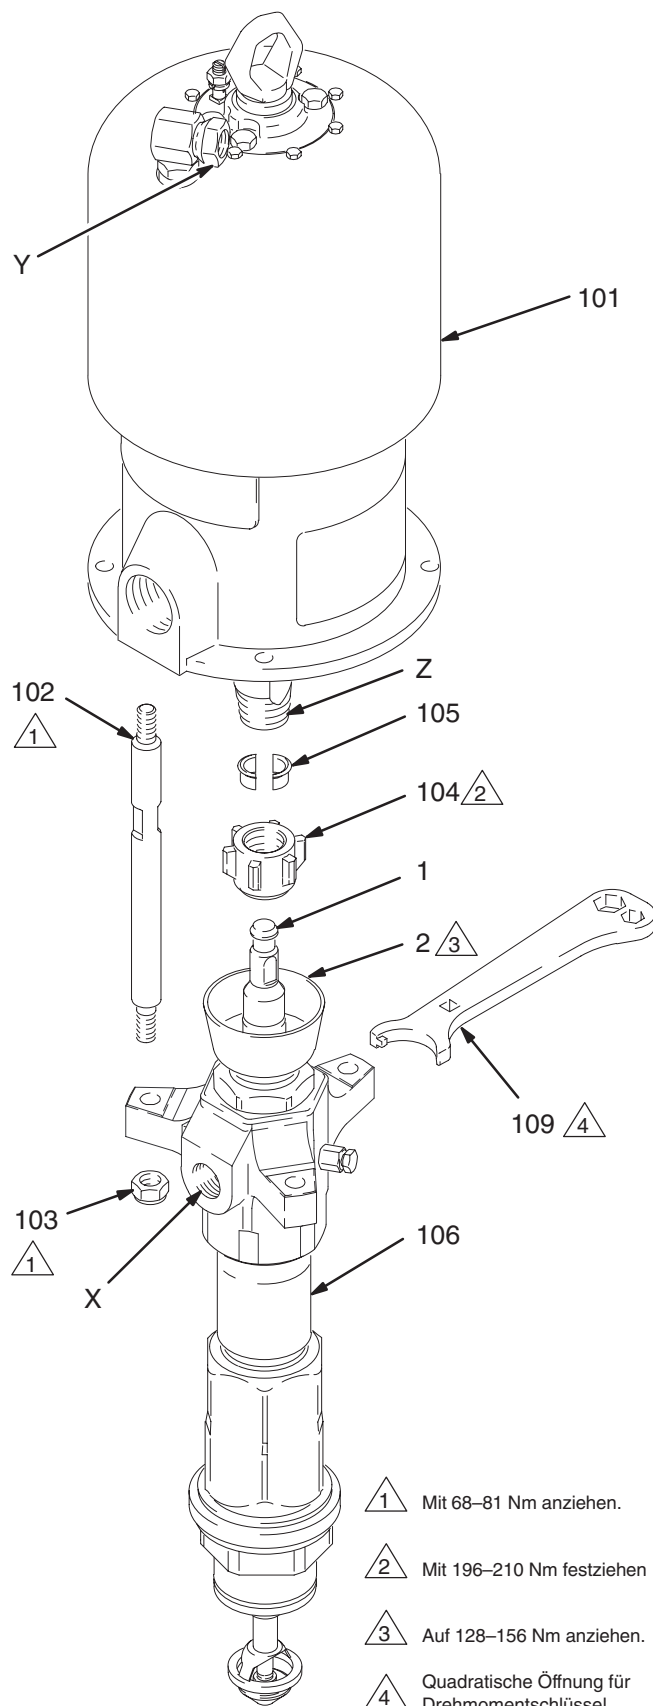

Abb. 6
4. Unterpumpe (106) vom Motor (101) folgendermaßen abnehmen. Siehe Abb. 6. Relative Position der Pumpenmaterialauslassöffnung (X) zum Motorlufteinlass (Y) genau merken. Wenn der Motor nicht gewartet werden muss, Motor nicht abmontieren.
5. Mit einem verstellbaren Schlüssel (oder einem Hammer und einer Stange), die Kupplungsmutter (104) von der Motorwelle (Z) abschrauben. Klemmbacken (105) nicht lockern oder verlieren. Siehe Abb. 6.
6. Die Schlüsselflächen der Verbindungsstangen mit einem Schlüssel festhalten, damit sich die Stangen nicht drehen können. Die Muttern (103) von den Stangen (102) abschrauben. Unterpumpe (106) vorsichtig vom Motor (101) abnehmen.
1. Sicherstellen, dass die Überwurfmutter (104) und die Klemmbacken (105) korrekt an der Kolbenstange (1) positioniert sind. Siehe Abb. 6.
2. Unterpumpe von mindestens zwei Personen halten lassen, während eine dritte Person die Unterpumpe mit dem Motor verbindet (siehe **VORSICHT** auf Seite 18). Den Pumpenmaterialauslass (X) wie im Schritt 4 unter **Ausbau der Unterpumpe** gemerkt am Luft- oder Hydraulikeinlass (Y) ausrichten. Unterpumpe (106) auf die Klemmbacken (102) geben.
3. Die Muttern (103) auf die Verbindungsstangen (102) schrauben und mit 68–81 Nm anziehen.
4. Die Kupplungsmutter locker auf die Motorwelle schrauben. Schlüssel­flächen der Motorwelle (Z) mit einem Schlüssel halten, damit sie sich nicht drehen kann. Mit einem verstellbaren Schlüssel die Kupplungsmutter auf ein Drehmoment von 196–210 Nm anziehen.
5. Die Packungsmutter (2) auf 128–156 Nm anziehen.
6. Alle Schläuche wieder anschließen. Das Erdungskabel wieder befestigen, falls es abgenommen wurde. Die TSL-Tasse (2) zu 1/3 mit Graco TSL-Flüssigkeit oder einem verträglichen Lösungsmittel füllen.